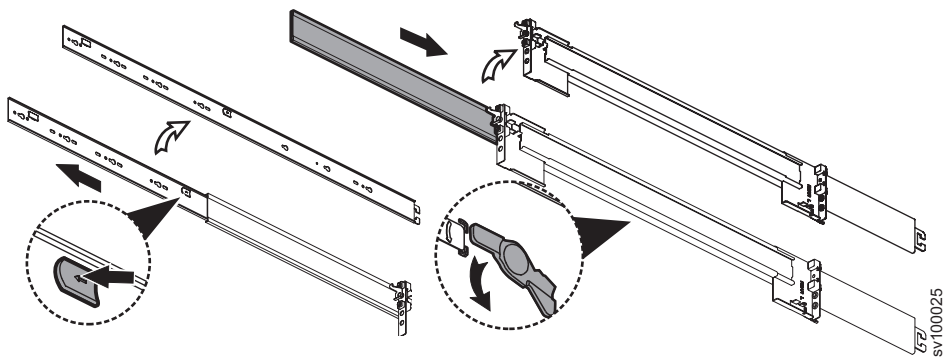

Рисунок 22. Отсоединение внутренней части направляющей
3. Отсоедините внутреннюю часть направляющей (см. рис. 22 на стр. 22).